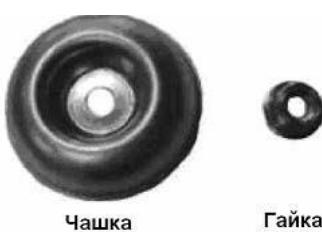

Рисунок 4
- зніміть чащу з валу, залишивши маточину (рис.4);